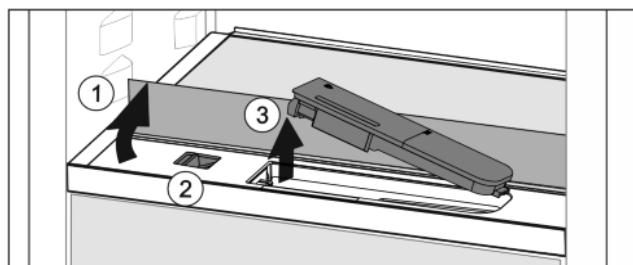

Fig. 38
- Підняти скляну панель і відкинути до упору назад Fig. 38 (1).
- Посуньте повзунок Fig. 38 (2) уліво.
- Вийняти бак для води Fig. 38 (3).